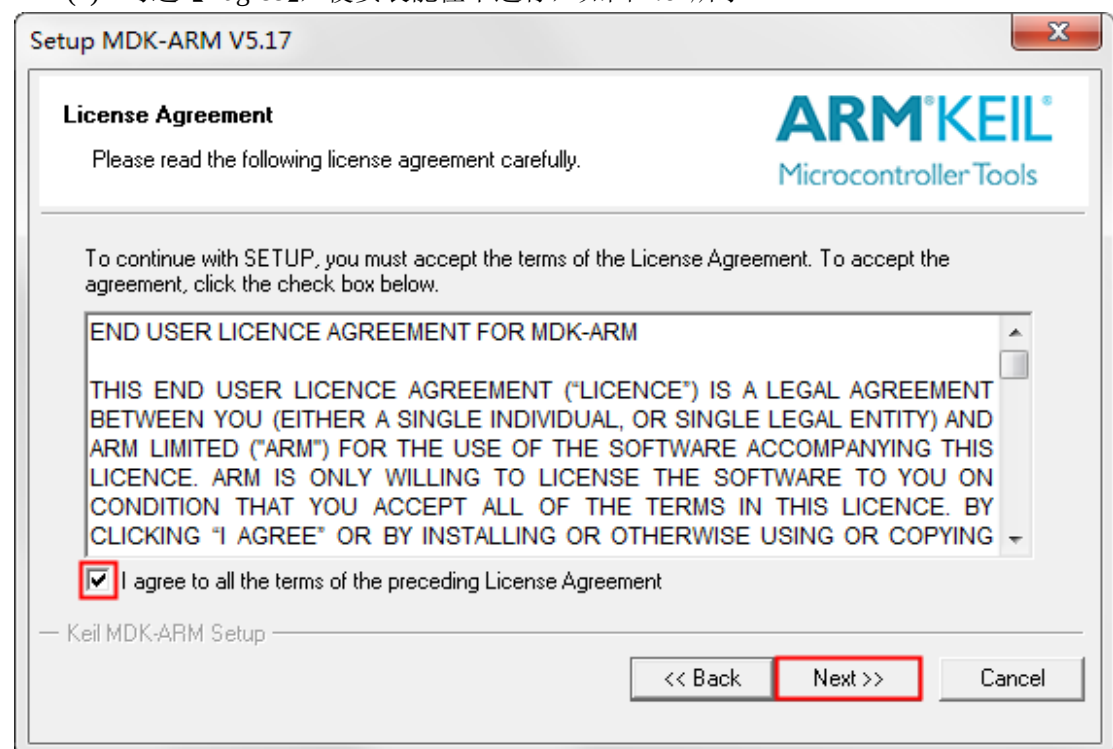

图 2.6 MDK-ARM 安装向导 2
(2) 勾选【I agree】，使安装能往下进行，如图 2.6 所示。